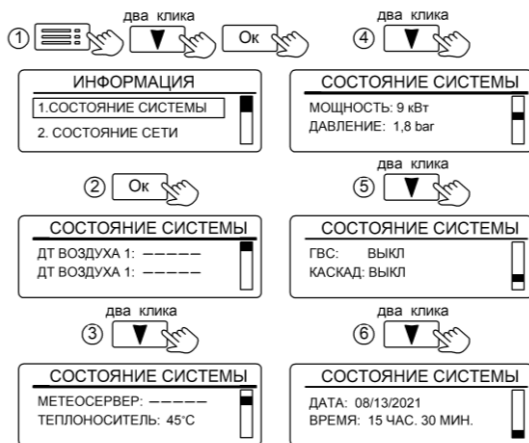

Рисунок 29. Вид вкладки «СОСТОЯНИЕ СИСТЕМЫ»
**11.3.2 Окно «2.СОСТОЯНИЕ СЕТИ»** отображает сетевые данные (рис. 29).